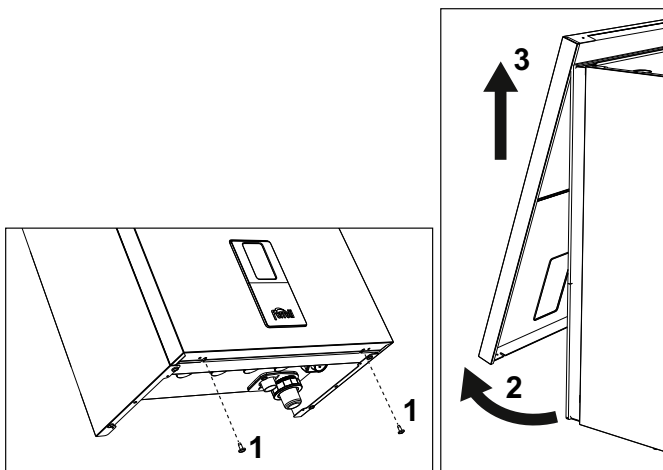

fig. 42 - Apertura pannello frontale
1. Svitare le viti "1" (vedi fig. 42).